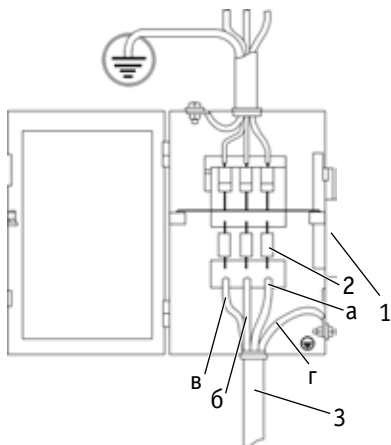

Рисунок 8.4. Схема подключения к сети ТЕСН TIG 250 P AC/DC (E102), ТЕСН TIG 315 P AC/DC (E103).
1. Подсоедините сетевой кабель к электросети с требуемыми параметрами. Проверьте надежность соединения кабеля и сетевой розетки (см. рис. 8.4).